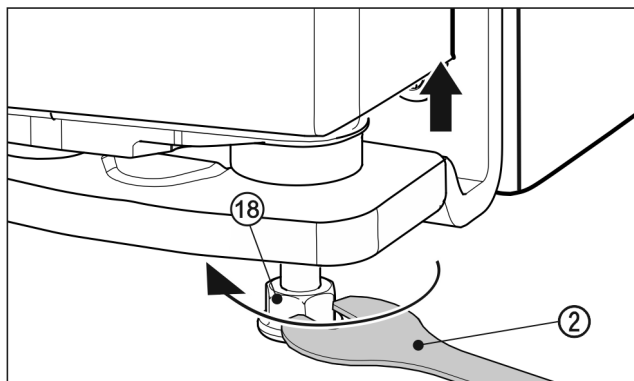

Fig. 22
- Pour soulever la porte, dévisser le pied réglable Fig. 22 (18) avec la clé à molette Fig. 22 (2) fournie en le tournant dans le sens des aiguilles d'une montre jusqu'à ce qu'il touche le sol. Continuer ensuite à tourner jusqu'à ce que la porte soit réglée en hauteur. À la livraison, le support de palier est vissé à fond.